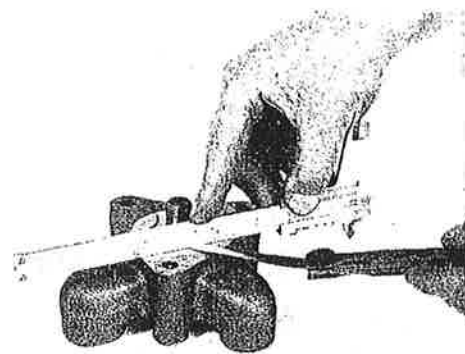

FIG. 31
- Contrôler le jeu existant entre le bord supérieur des rotors et le plan d'appui du corps de la pompe sur le support avant de l'arbre moteur (Fig. 31); si le jeu est supérieur à celui des tableaux, remplacer les rotors ou le corps de la pompe.